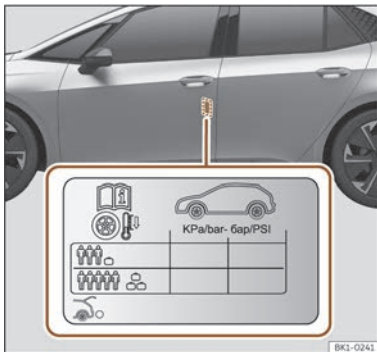

Fig. 189 Posizione dell'adesivo della pressione di gonfiaggio degli pneumatici.
- Adattare la pressione degli pneumatici al carico del veicolo >>> **fig. 189**.
I valori della pressione di gonfiaggio degli pneumatici sono riportati sull'etichetta adesiva situata nella zona posteriore del telaio della porta anteriore sinistra >>> **fig. 189**.
Adeguate la pressione di gonfiaggio degli pneumatici al carico del veicolo. Se il veicolo verrà caricato al massimo, è necessario aumentare la pressione di gonfiaggio al valore di carico più elevato indicato sull'etichetta adesiva >>> **fig. 189**.
Nel caso del ruotino di scorta (125/70 R16 o 125/70 R18), gonfiare alla pressione di 4,2 bar come indicato nell'etichetta della pressione degli pneumatici >>> **fig. 189**.
- Il conducente è responsabile che tutti gli pneumatici del veicolo siano gonfiati alla pressione corretta. La pressione di gonfiaggio consigliata è indicata in un adesivo >>> **fig. 189**.
- Con gli pneumatici freddi, si deve mantenere sempre la pressione indicata sull'adesivo >>> **fig. 189**.